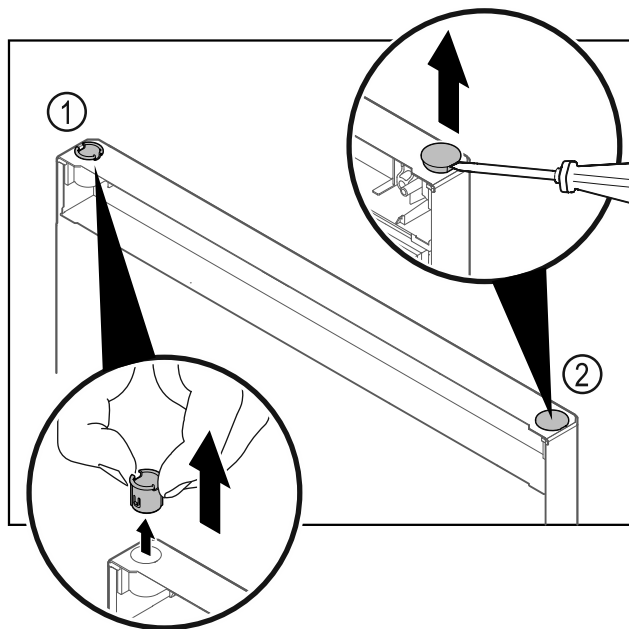

Fig. 21
- ▶ Τραβήξτε έξω την υποδοχή μεντεσέ Fig. 21 (1) με τα δάχτυλα.
- ▶ Ανασηκώστε προσεκτικά την τάπα Fig. 21 (2) με ένα ίσιο κατασαβίδι και τραβήξτε την έξω.